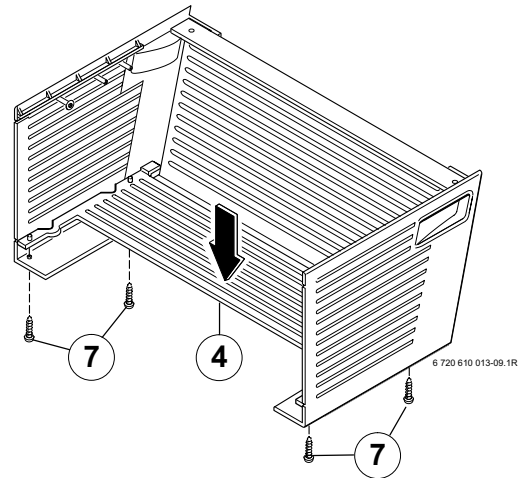

Bild 8
- ▶ Bodenteil (4) einlegen und mit 4 Schrauben (7) sichern (siehe Bild 8).
- ▶ 2 Schrauben (7) mit Zahnscheibe (8) lose einschrauben.